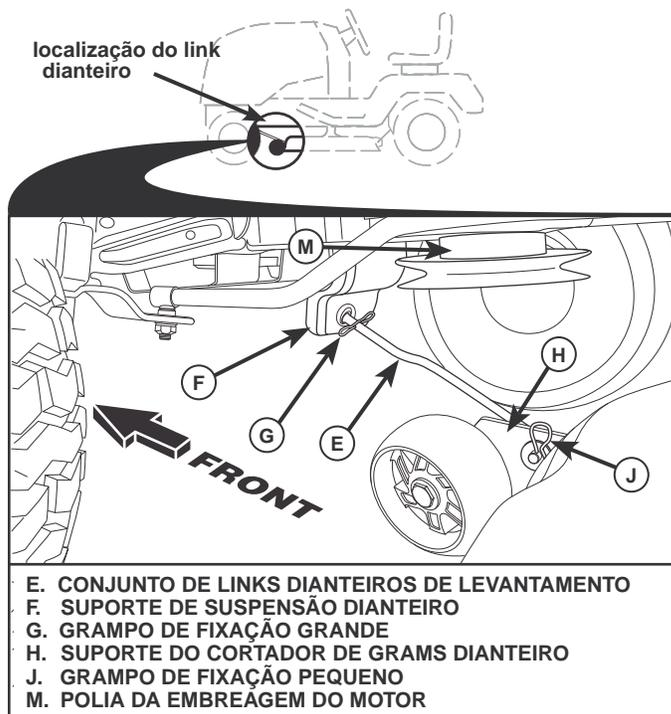

Fig. 30
- Introduza a ponta da vareta do link de levantamento traseiro (C) dentro do furo (U) no braço de suspensão do eixo de levantamento do trator e faça oscilar o link para baixo do cortador de gramas.
- Levante canto traseiro do cortador de gramas e coloque na ranhura no conjunto de links sobre a chaveta no suporte traseiro do cortador (D), prensa com uma arruela grande e um oino de fixação.
8. INSTALE O LINK DIANTEIRO (Veja Fig. 30.)
- Na frente do trator, coloque a ponta da vareta do link dianteiro (E) através do furo dianteiro do suporte de suspensão dianteira do trator(F).
- Mova-se para o lado esquerdo do cortador e coloque um grampo de fixação grande (G) através do furo do link dianteiro (E) detras do suporte de suspensão dianteira (F).
- Coloque a outra extremidade do link (E) no furo do suporte direito do cortador de gramas (H) e prenda com uma arruela e um grampo de fixação pequeno(J).